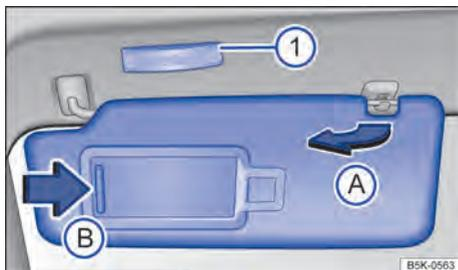

Fig. 81 Para-sol.
- Retirar o para-sol cuidadosamente do suporte segurando a base de fixação e virar na direção das portas → Fig. 81 (A).
No para-sol rebatido para baixo encontra-se um espelho de cortesia atrás de uma cobertura. Ao abrir a cobertura → Fig. 81 (B) uma lanterna se acende ①.